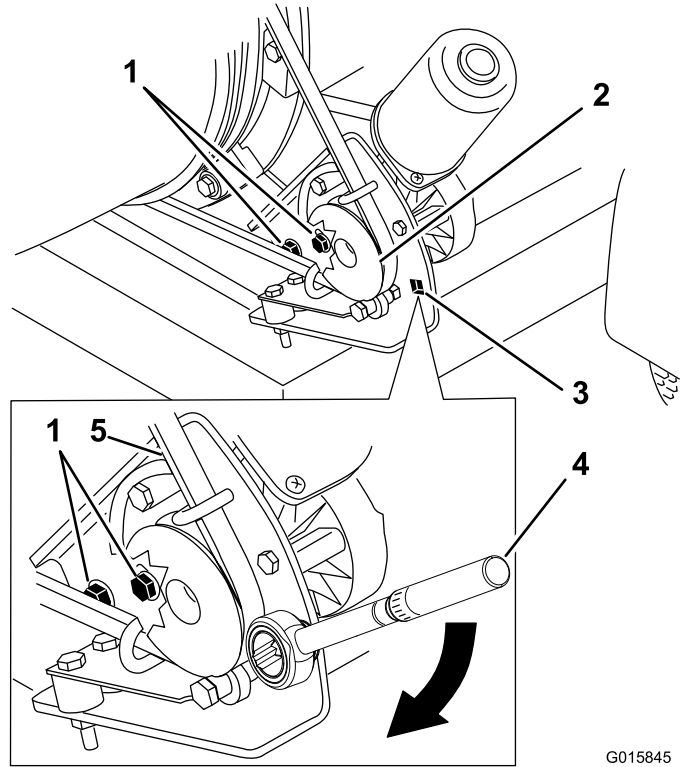

Figura 31
1. Afloje los pernos que sujetan el soporte de montaje de la polea al bastidor del soplador (Figura 31).
2. Coloque una llave dinamométrica en el soporte de montaje de la polea (Figura 31).
3. Gire el soporte de montaje de la polea alejándolo de la tobera hasta que la llave dinamométrica dé una lectura de 22,6 a 26,0 Nm (Figura 31).